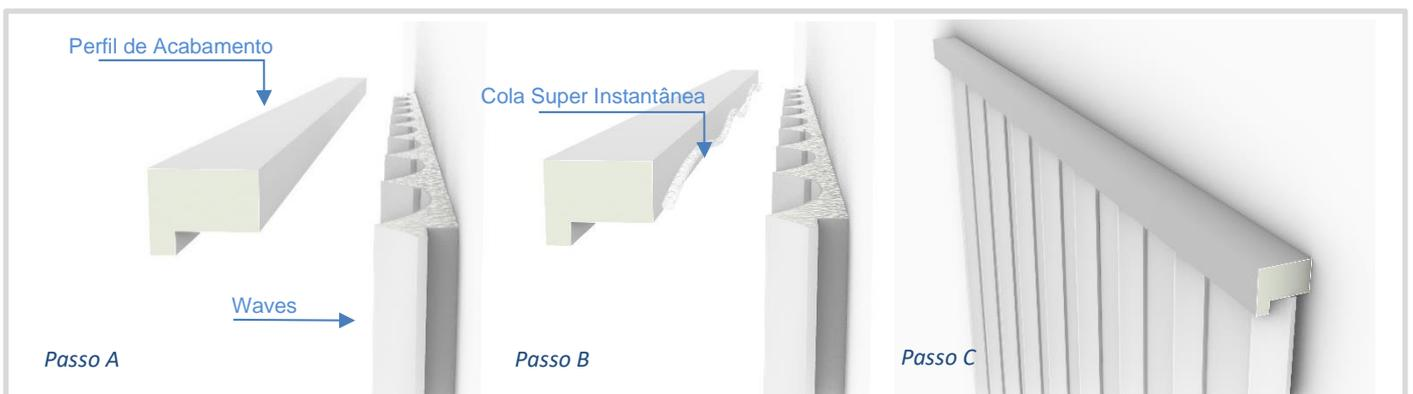

Figura 13
- f) **Instalação no teto:** No caso de instalação no teto é aconselhado manter a aplicação acima com o uso indispensável do Ultra Adesivo Santa Luzia e seguir as instruções do **item 1.3**;
- g) Caso necessário acabamento de topo ou lateral, utilizar o Perfil de Acabamento, figura 13.